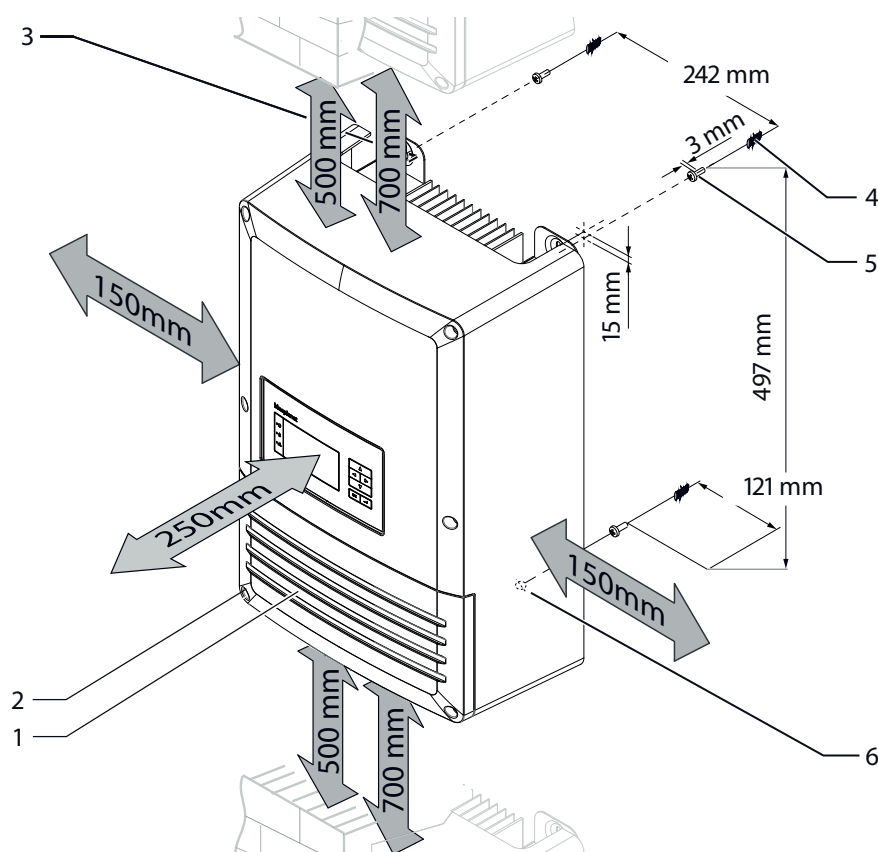

Figure 5: Distances minimales / Suspension de l'onduleur
1. À l'aide des dimensions indiquées dans Figure 5 ou des pattes de suspension de l'arrière de l'appareil, marquer la position des trous supérieurs sur le mur.